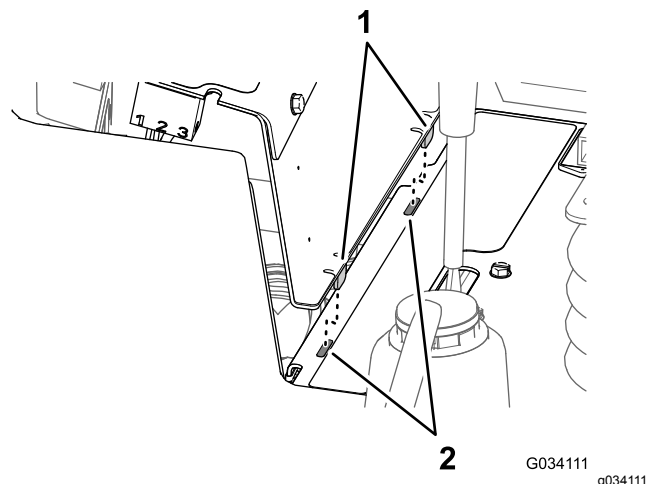

図 53
2. サイドパネルの底部にあるタブ2ヶ所をコンソールのフレームのスロット2カ所に合わせる 図 53。